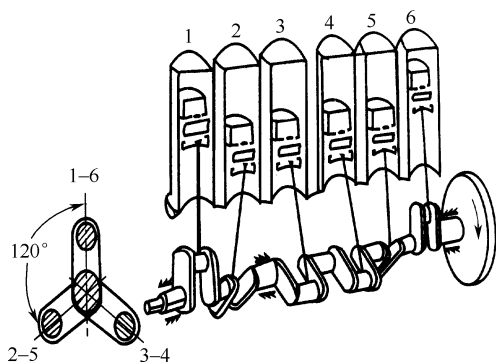

图 1-24 六缸发动机做功顺序及曲拐布置
2) 四行程直列六缸发动机点火间隔角为 $720^{\circ}/6 = 120^{\circ}$, 六个曲拐分别布置在三个平面内。工作顺序: 1—5—3—6—2—4 或 1—4—2—6—3—5。六缸发动机做功顺序及曲拐布置如图 1-24 所示。